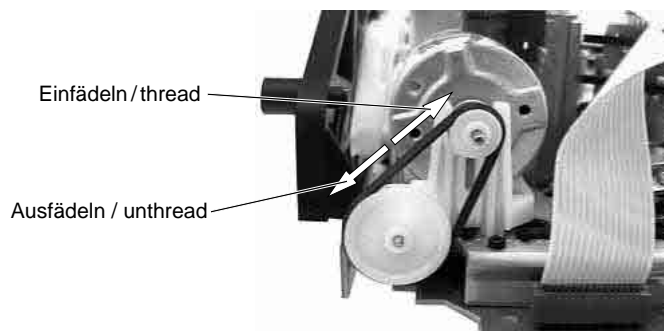
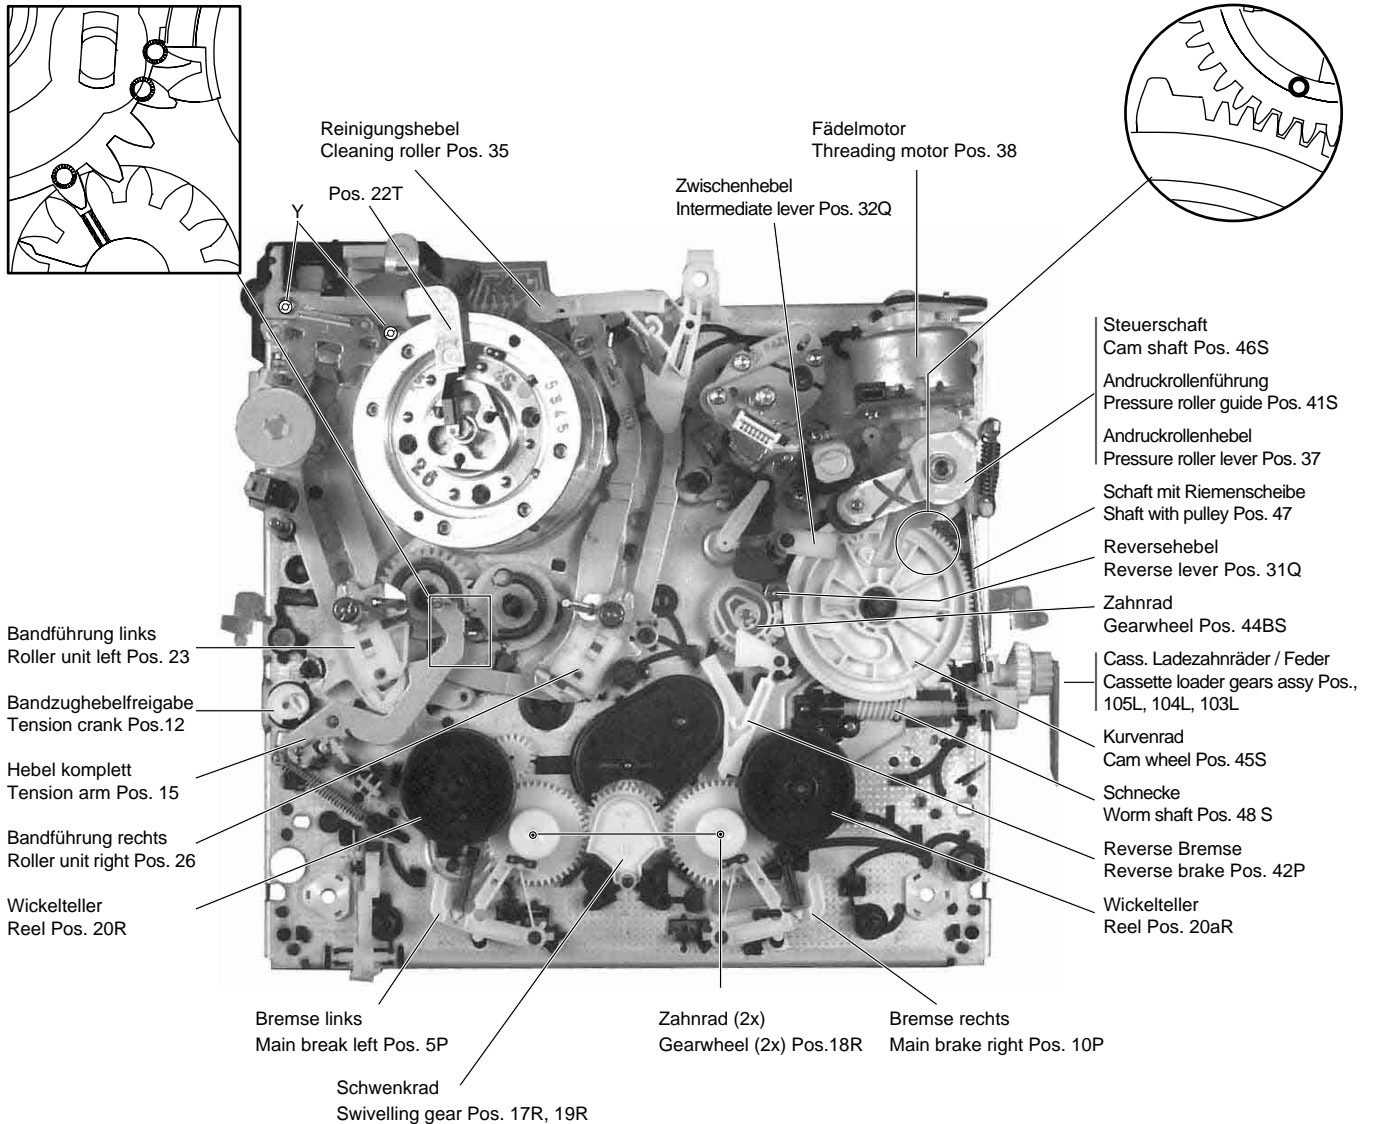
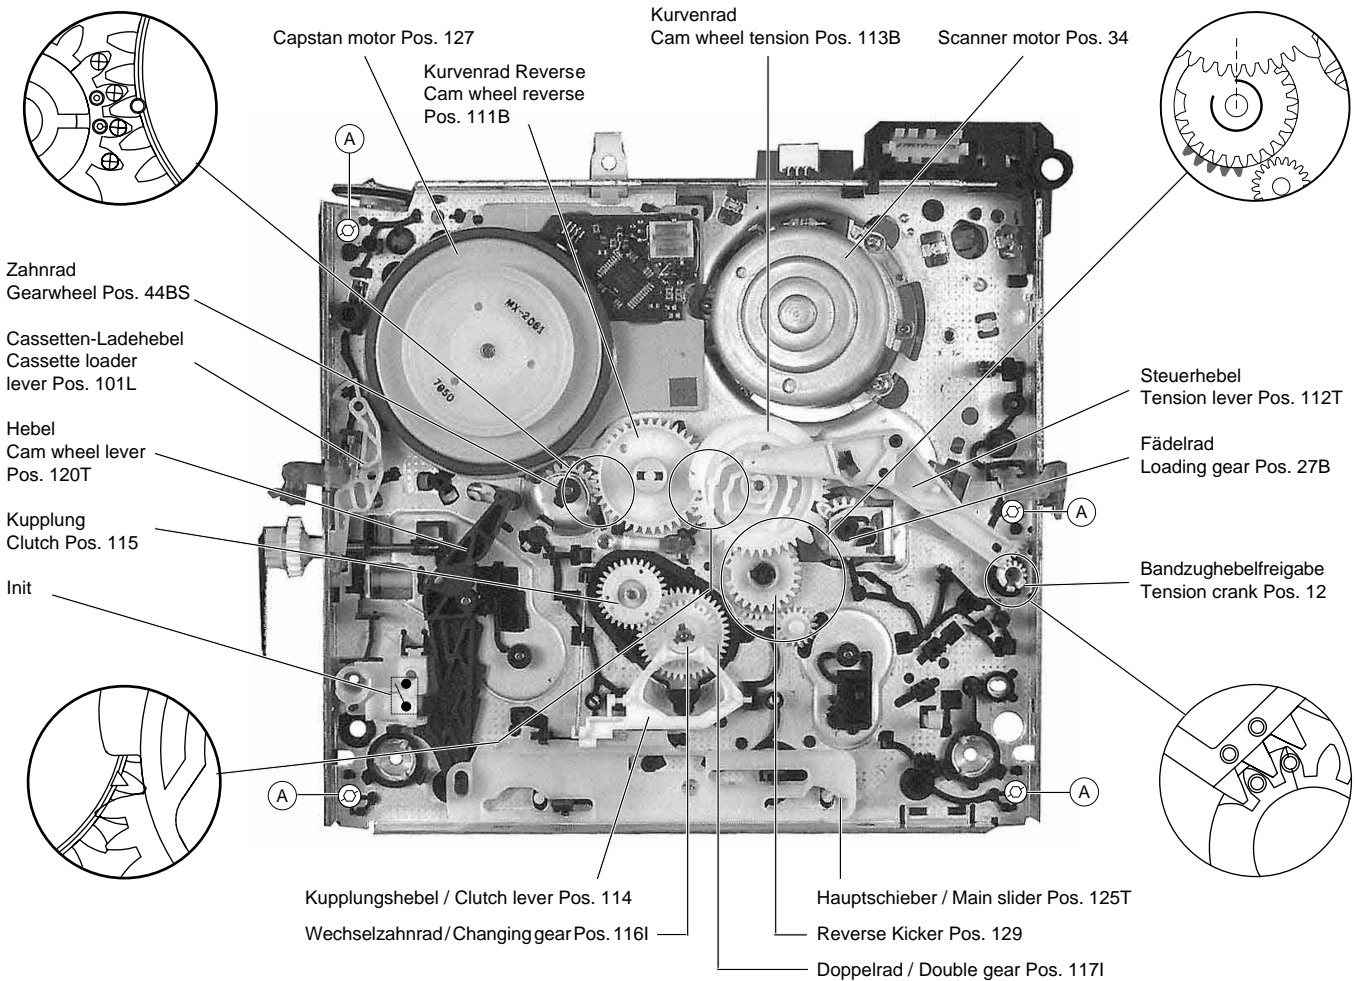
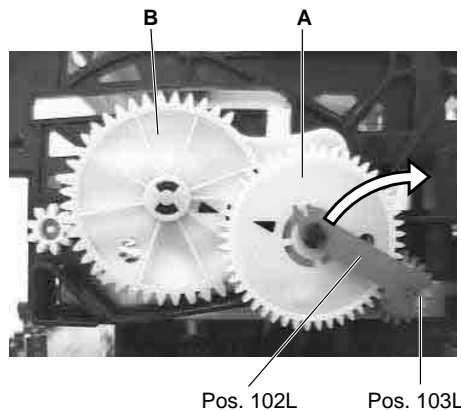

Fig. 3
Fig. 4
Fig. 5
Fig. 6
- Fädelmotor drehen (Fig. 3), bis der Cassettenschacht abgesenkt ist.
- Turn the threading motor (Fig. 3) until the cassette compartment is down.
Wenn nach dem Drücken der Eject-Taste das Laufwerk nicht ausfädelt und die Cassette auswirft, kann dies auch von Hand durchgeführt werden. Dazu ist das Antriebsrad des Fädelmotors zu drehen (Fig. 3). Um Bandschlaufen zu vermeiden, muß wechselweise auch der Capstanmotor (Pos. 127, Fig. 5) entgegen dem Uhrzeigersinn bewegt werden, bis das Band komplett in der Cassette aufgewickelt ist.
If the tape deck does not unthread and eject the cassette by pressing the Eject button this function can also be effected manually by turning the driving gear at the threading motor (Fig 3). To avoid slackening of the tape, turn the capstan motor (counterclockwise, Pos. 127, Fig. 5) and the driving gear alternately until the tape is completely wound up in the cassette.
Nachfolgend sind die markierten und gerichtet einzubauenden Teile der Ober- und Unterseite im Detail dargestellt (Fig. 4, Fig. 5).
- Antriebsrad des Fädelmotors in Drehrichtung "Einfädeln" (Fig. 3) so weit drehen, bis das Zahnrad (Pos. 103L, Fig. 6) entriegelt ist.
- Klammer (Pos. 102L) von der Achse des Zahnrades "A" lösen (Fig. 6).
- 4 Befestigungsschrauben (A) (Fig. 5) des Cassettenschachtes an der Unterseite entfernen.
The following diagrams show in detail the marked components and their correctly aligned position on the top and bottom side (Fig. 4, Fig. 5).
- Turn the driving gear of the threading motor in the "threading" direction (Fig. 3) until the gearwheel (Pos. 103L, Fig. 6) disengages.
- Release the bracket (Pos. 102L) from the shaft of gearwheel "A" (Fig. 6).
- Unscrew the 4 screws (A) (Fig. 5) on the underside of the cassette compartment.
- Cassettenschacht abgesenkt und Zahnrad "A" (Fig. 6) eingerastet.
- Hinweis:** Bei Cassettenliftzahnradern (A und B, Fig. 6) mit Markierungspfeilen müssen die Pfeile zueinander zeigen.
- Cassettenschacht mit den 4 Schrauben (A) (Fig. 5) unten befestigen.
- Klammer (Pos. 102L) auf der Achse des Zahnrades "A" einrasten (Fig. 6).
- Cassette compartment down, gearwheel "A" (Fig. 6) engaged.
- Note:** For video recorders which are fitted with cassette lift gear wheels (A and B, Fig. 6) marked with arrows, the arrows must show towards each other.
- Fasten the cassette compartment with the 4 screws (A) (Fig. 5) at the bottom.
- Place the bracket (Pos. 102L) onto the shaft of gearwheel "A" and lock it in (Fig. 6).
- 2 Schrauben Y (Fig. 4) herausdrehen, Haltewinkel (Pos. 22T, Fig. 4) und Kopfverstärker abnehmen.
- Undo 2 screws Y (Fig. 4), remove the bracket (Pos. 22T, Fig. 4) and the head amplifier.